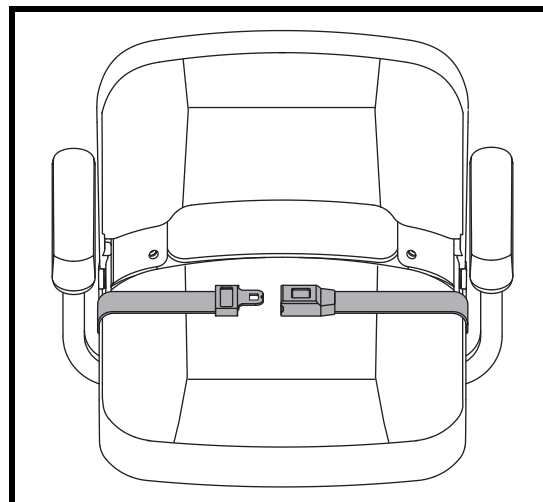

Figura 22. Cinture di sicurezza - Cintura di sicurezza con aggancio metallico
1. Inserire il gancio metallico del lato destro della cintura nella chiusura di plastica al lato opposto spingendo fino a sentire un “click”. **Vedere figura 22.**